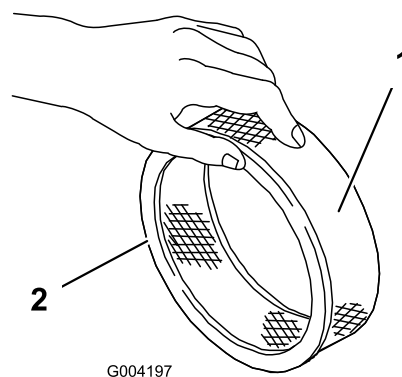

Figura 20
5. Controllate che il filtro in carta non sia strappato, che non abbia strati untuosi e che la guarnizione in gomma non sia danneggiata (Figura 20).
1. Fate scorrere attentamente il prefiltro in schiuma sintetica sul filtro di carta (Figura 20).